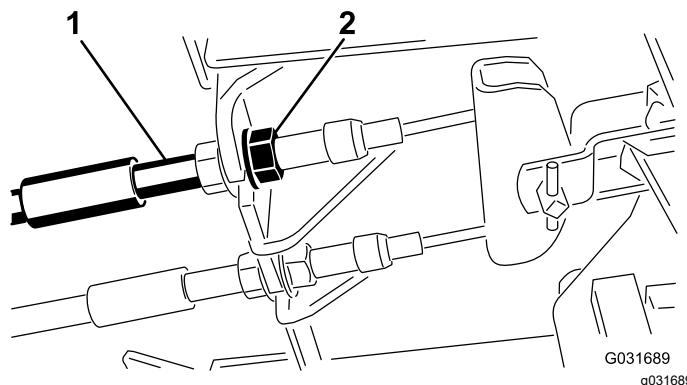

Figura 89
1. Per ridurre il gioco dei pedali del freno, stringete i freni allentando il dado anteriore sull'estremità filettata del cavo del freno (Figura 89).